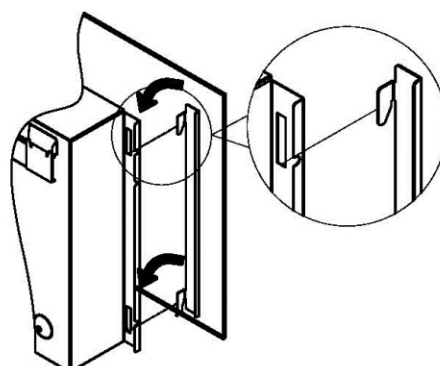

Fig.4
- Placez le panneau de verre avant sur l'avant du radiateur en alignant les crochets de chaque côté du panneau de verre avec les fentes de chaque côté du corps du radiateur - voir Fig.4. Faites ensuite glisser le panneau de verre vers le bas pour le mettre en place. Là encore, deux personnes seront nécessaires pour cette opération.